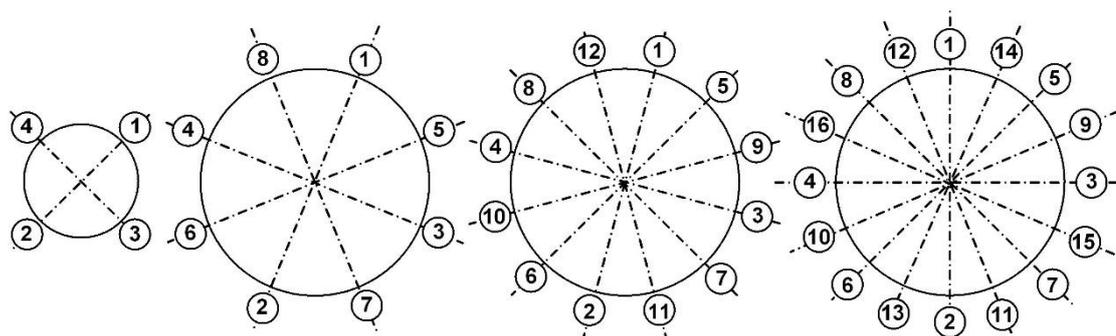

Рис.8. Очередность затяжки гаек на фланцах.
3.3.4.4. Затяжка гаек при установке ЭМР (имитатора) в трубопровод должна производиться в очередности, обозначенной на рис.8, динамометрическим ключом с крутящим моментом не более, указанного в табл.4.